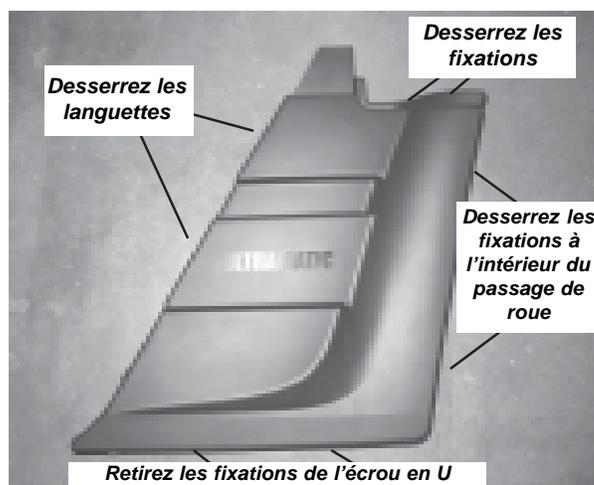

Figure 2
3. Desserrez et retirez les fixations des panneaux latéraux du véhicule des deux côtés. **(Figure 2)**